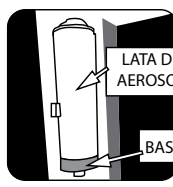
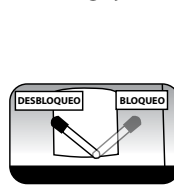

FIG. 4
FIG. 5
- Mueva la palanca a la posición desbloqueada (Fig. 5), luego coloque el aerosol Maxima XTEND (570-0073) en el soporte (Fig. 4).
- Asegúrese de que la boquilla de la lata esté asentada correctamente, luego mueva la palanca a la posición bloqueada (Fig. 5).